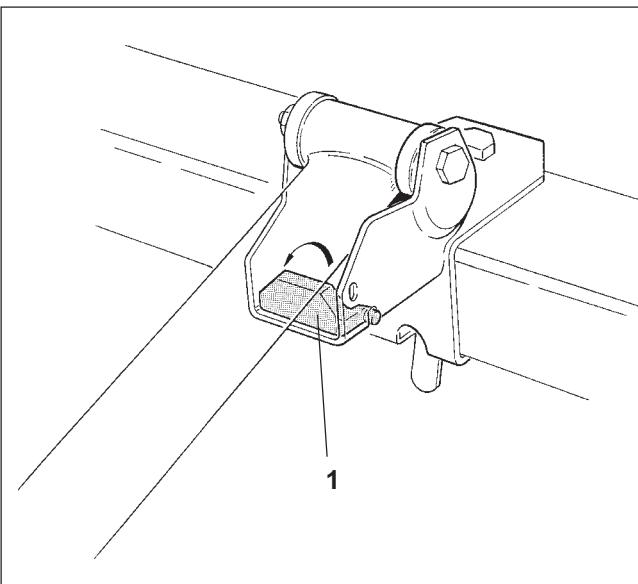

Рис. 7.14
- Ненужный сошник приподнимите, а опору сошника (Рис. 7.14/1) откиньте назад.